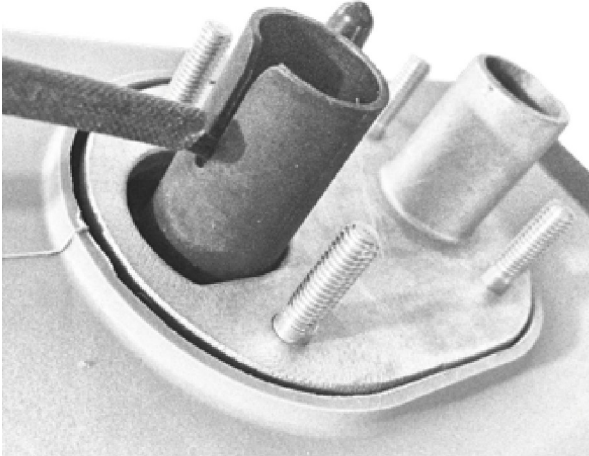

Fig. 40
- Begradigen Sie die Leitungen (zwei schwarze 0,6mm2 Litzen mit Schutzschlauch) und führen Sie sie durch den Längsschlitz des Brennlufteinlaßstutzens (Fig. 40.)